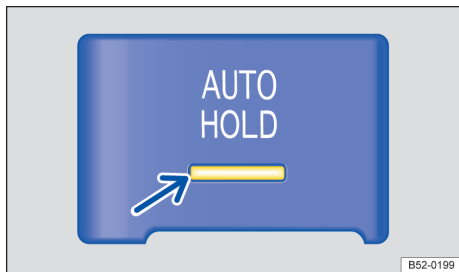

Fig. 150 No console central: botão do Auto Hold.
- Pressionar o botão **AUTO HOLD** → ⚠. A luz de controle no botão **AUTO HOLD** → Fig. 150 (seta) acende em *amarelo*. Auto Hold está pronto para funcionamento, porém o veículo não é necessariamente mantido parado → ⚠.
- Pressionar o botão **AUTO HOLD** → ⚠. A luz de controle no botão **AUTO HOLD** → Fig. 150 (seta) se apaga.